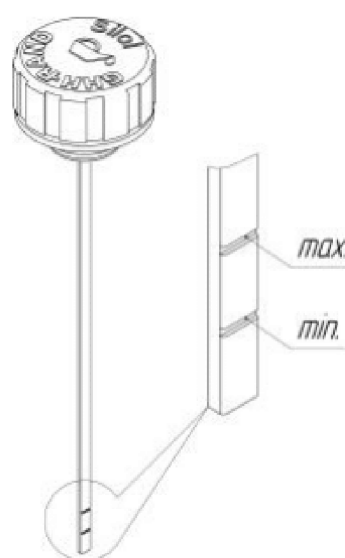

Рис. 5. Указатель уровня масла.
- отвернуть пробку с указателем масла маслосливной горловины (рис. 5.);
- отвернуть пробку слива масла, проверить уровень масла, долить до необходимого уровня (между «min» и «max» рис.5);